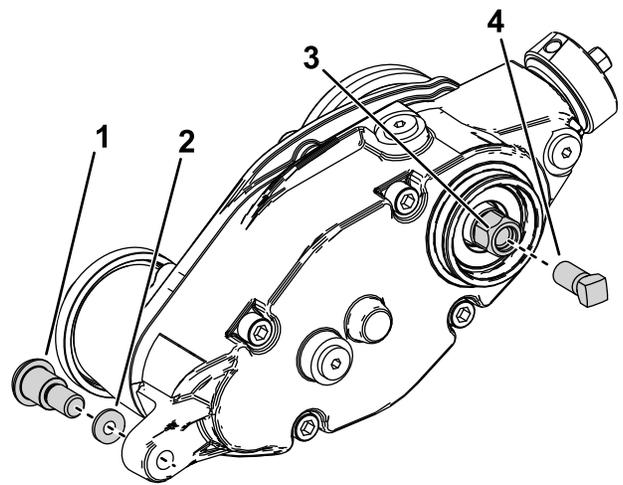

Рисунок 34
2. Отверните зажимные болты, крепящие механическую щетку к блоку привода (Рисунок 34).
3. Отверните ступенчатый болт и закаленную шайбу, которые крепят блок привода механической щетки к рычагу регулятора (Рисунок 34).
5. Заверните усилительный винт (№ по кат. 1-803022 – продается отдельно) во внутреннюю резьбу шестигранной головки блока привода механической щетки и затяните его с моментом 13,5 Н·м, как показано на Рисунок 34.
6. Снимите блок привода механической щетки с режущего барабана, повернув шестигранную головку привода механической щетки (Рисунок 34).